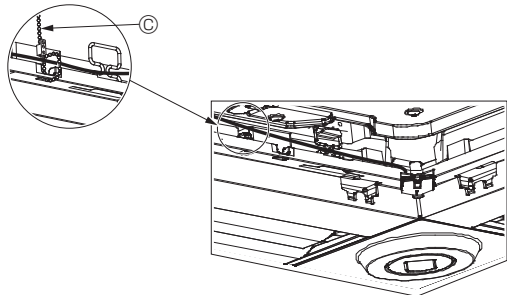

Fig. 6-13
- Fixez les fils du Capteur i-see et du récepteur de signal au panneau à l'aide des fixations, comme indiqué sur le schéma, de sorte qu'il n'y ait pas de mou au niveau des fils, puis coupez le fil qui dépasse aux extrémités de la fixation. (Fig. 6-13)
- Si la position du Capteur i-see a été permutée de la position "o" (E) à la position "□" (F), changez le paramétrage des commutateurs. (Voir page 14.)